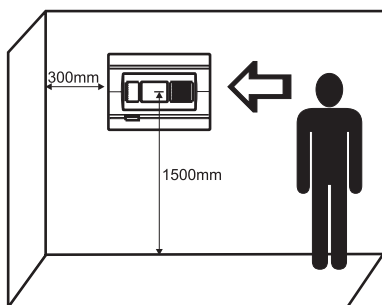

figura 1
- O painel deve ser instalado em local limpo e seco e não deve estar sujeito a impactos ou vibrações (Figura 1). Deve estar situado longe de aparelhos de aquecimento. A temperatura deve estar entre -5°C e $+40^{\circ}\text{C}$. O painel de incêndio não é à prova d'água!